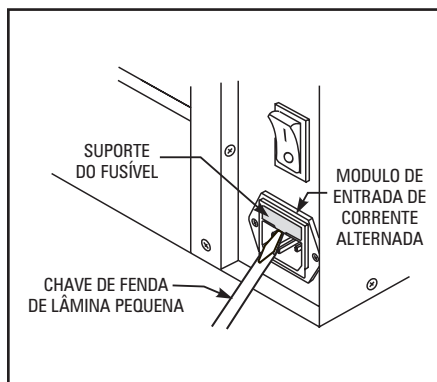

Figura 3
1. Use uma chave de fendas de lâmina pequena ou ferramenta similar para retirar o Suporte do Fusível que faz parte do Módulo de Entrada de Corrente Alternada, localizado na parte de trás da impressora. Veja a Figura 3.